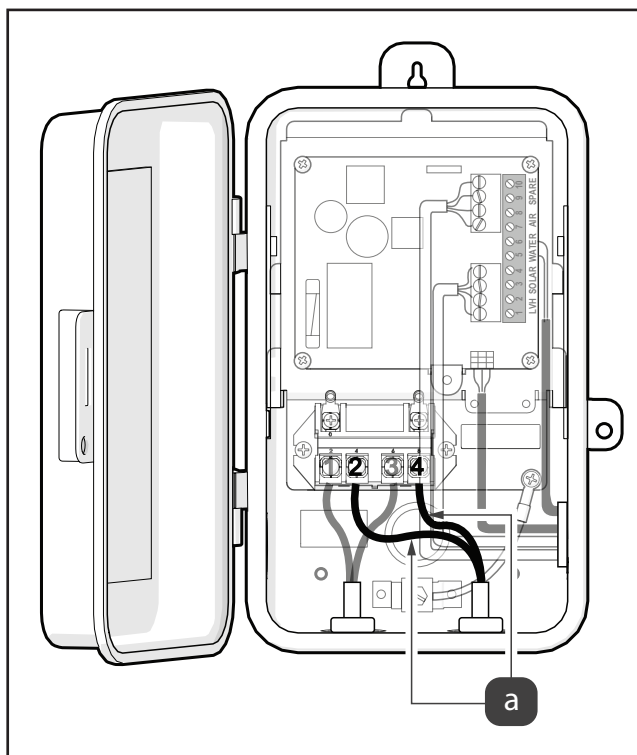

Figura 3. Conecte los cables de entrada de carga
10. Conecte una bomba de filtro de velocidad única al lado de carga del relé; use los terminales 2 y 4; consulte la Figura 3 (a).